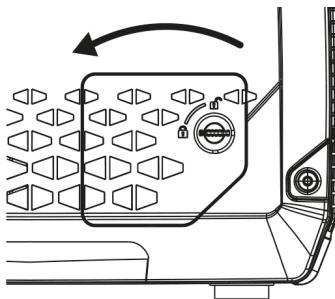

рис. 2
- Для доступа к маслоналивной горловине, откройте лючок доступа к маслоналивной горловине, расположенный на боковой части кожуха генератора (рис. 2).